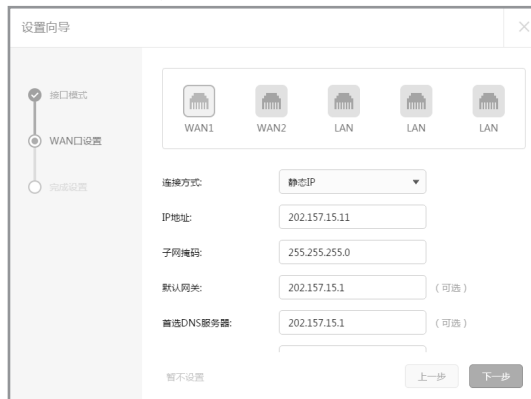

图4-6 上网方式--静态IP
3) 如果上网方式为静态IP, 即拥有网络服务商提供的固定IP地址, 则需要填写IP地址、子网掩码、网关和DNS服务器等内容, 如图4-6所示。